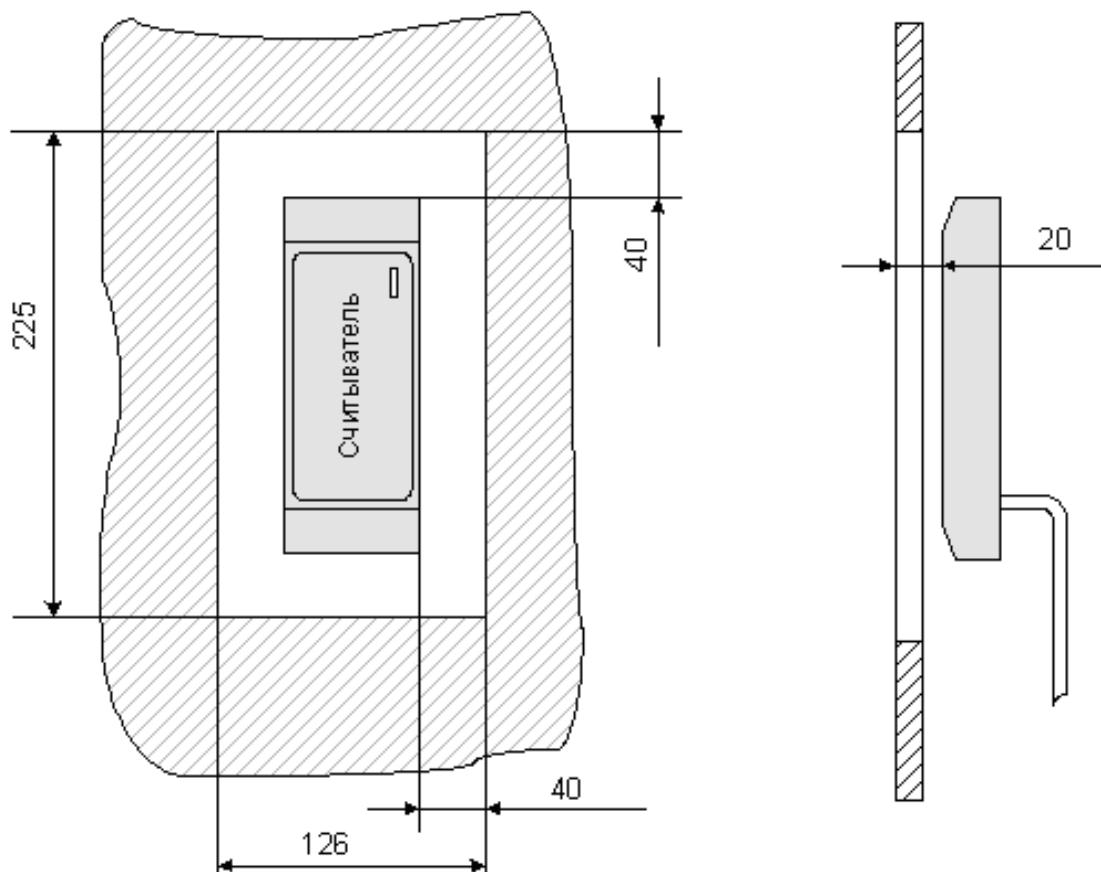

Рисунок 3. Установка считывателя за металлической поверхностью
- При установке считывателя за металлической поверхностью, в ней необходимо вырезать окно, напротив которого, равноудалено от краев окна, и устанавливается считыватель (см. рис. 3), при этом размеры окна должны быть не менее 220×126 мм. Само окно может быть закрыто неметаллической вставкой (например, из пласти массы), а считыватель может быть утоплен вглубь окна на расстояние не более 20 мм от внешней стороны металлической поверхности – дальность считывания кода при таком способе монтажа считывателя уменьшается на 30 – 50%;